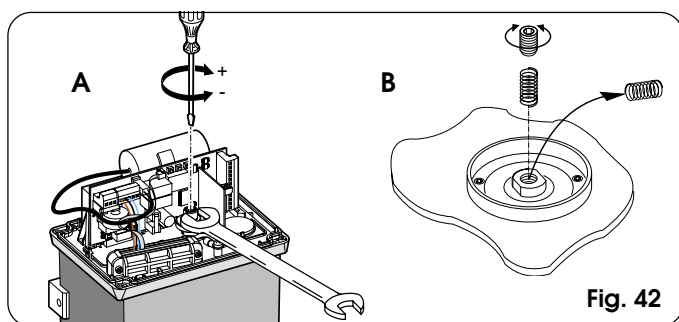

Fig. 42
- 2) Houd de motoras geblokkeerd met een engelse sleutel en draai aan de stelschroef van de koppeling met een inbussleutel of schroevendraaier zoals op fig. 42 ref. A. Om het koppel te verhogen, draait u de schroef met de klok mee. Om het koppel te verminderen, draait u de schroef tegen de klok in.
- De aandrijving wordt standaard geleverd met de veer voor regeling van de koppeling voor poorten tot 1000 kg. Voor zwaardere poorten moet de andere, bijgeleverde veer gebruikt worden. Ga voor het vervangen van de veer te werk zoals te zien is op fig. 42 ref. B.